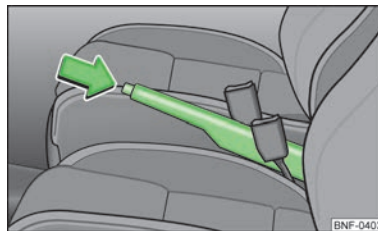

Bild 64
- Dra upp handbromsspaken och tryck **samtidigt** in spärrehuvudet » bild 64 .